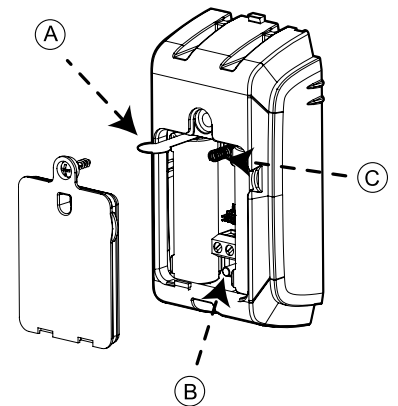

Figura 2: Opzioni di registrazione
Per registrare il dispositivo, tirare la linguetta della batteria per accendere il dispositivo (Figura 2, A) o inserire le batterie. Entrambi i metodi attivano il processo di registrazione automatica. In alternativa, immettere l'ID:107-xxxx, il numero stampato sull'etichetta del dispositivo.
Se il dispositivo non si registra automaticamente, premere il pulsante di registrazione. Vedere la Figura 2, B.
2. Premere una volta l'interruttore antisabotaggio e rilasciarlo. Vedere Figura 2.